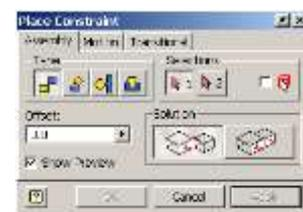

Рис. 4. Задание ограничений сборки.
- разместить ограничение сборки (Place Constraint). Задание ограничения или зависимости для выбранной пары компонентов. Задание ограничений – один из самых важных и ответственных этапов создания сборки. Ограничения позволяют разместить одни детали по отношению к другим вполне определенным образом. Ограничения задаются с помощью окна (рис. 4).
3. **Анимация**. Команда позволяет создавать анимационные ролики, показывающие движение компонентов в процессе сборки (рис. 4). Полученные ролики можно сохранить в формате видео (файле .avi). Команда имеет средства, позволяющие задавать очередность перемещения деталей, группировать отдельные детали для совместного одновременного движения и другие.